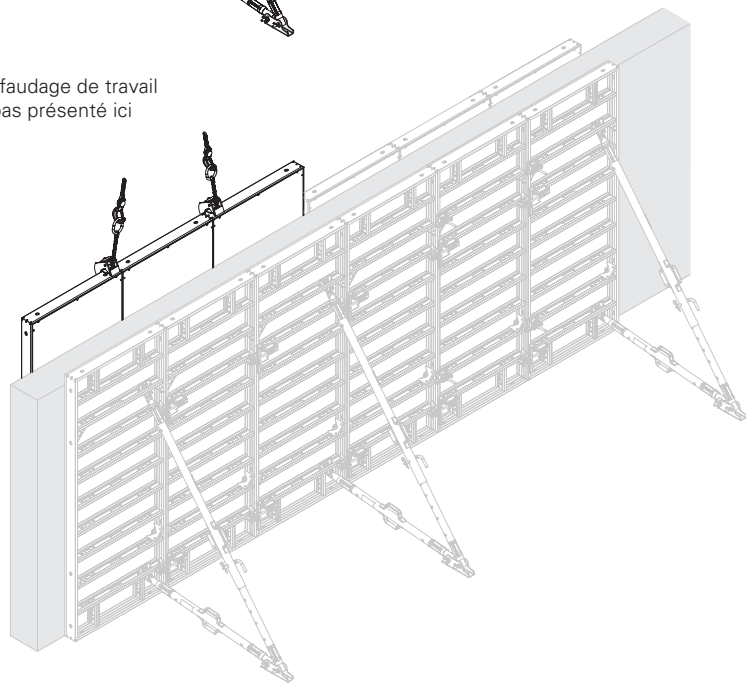

Fig. A2.07
1. Monter les crochets de levage et les fixer à la grue. (Fig. A2.07)